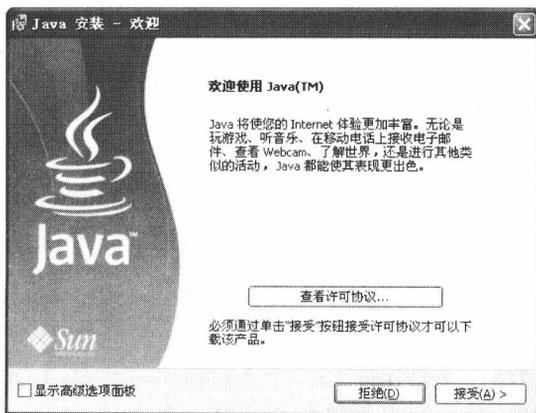

图 1-9 【Java 安装—欢迎】对话框
- 18 安装 Java。在安装过程中会询问是否安装 Java，如果选择安装 Java，就会弹出【Java 安装—欢迎】对话框，如图 1-9 所示。单击 **接受(A) >** 按钮，开始安装 Java。